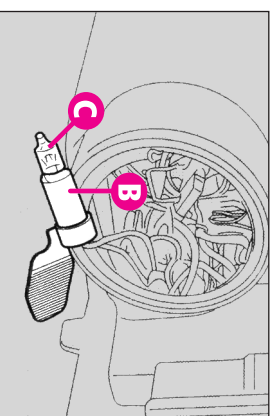

fig. 36
- Scoateți becul (C-fig. 36) împingându-l ușor și rotindu-l în sensul acelor de ceasornic.
- Schimbați becul și reintroduceți suportul (B-fig. 36) asigurându-vă că se aude clicul de fixare.